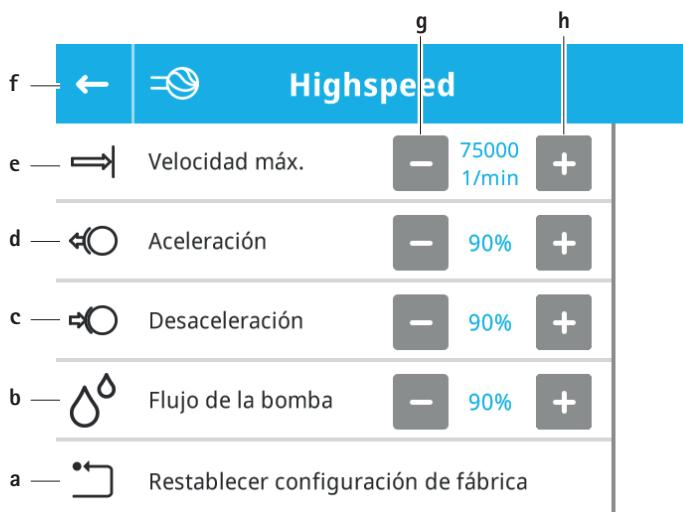

Fig. 11 Ajustes del motor – tipo de elemento de aplicación seleccionado
- Se abre el submenú del tipo de elemento de aplicación seleccionado, ver Fig. 11.